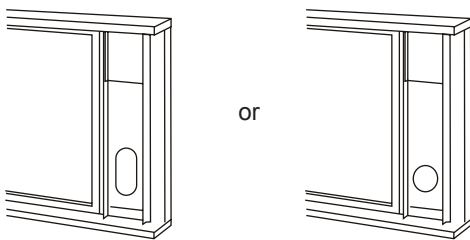

Fig.14
4. Corte el sello de espuma (tipo adhesivo) a la longitud adecuada y colóquelo en la parte superior de la ventana Como se muestra en la Fig.14.